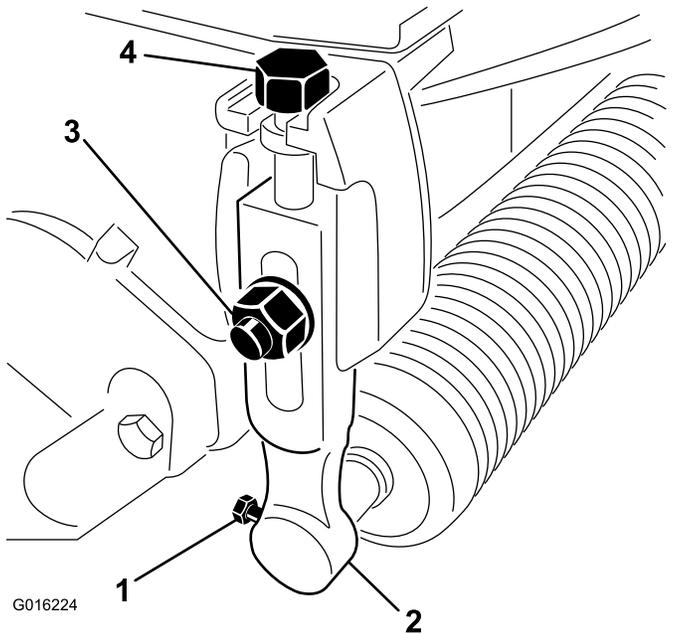

Figure 1
2. Desserrez les vis qui fixent chaque côté du rouleau avant aux bras de hauteur de coupe (*Figure 1*).
3. Retirez les boulons de charrue, les rondelles et les contre-écrous qui fixent les bras de hauteur de coupe à chaque extrémité du plateau de coupe (*Figure 1*). Déposez les bras de hauteur de coupe et le rouleau.
4. Retirez les vis de réglage des bras de hauteur de coupe (*Figure 1*).